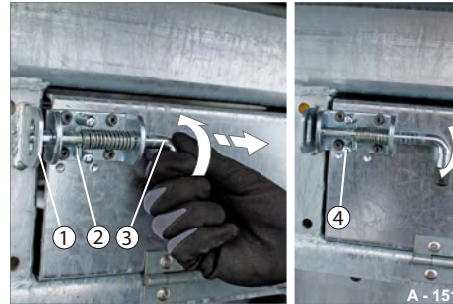
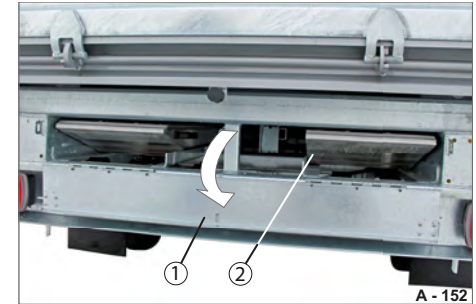

Abb. 161 Auffahrbohlen-Schacht, entriegeln
Abb. 162 Auffahrbohlen-Schacht, OFFEN
- Drehen und ziehen Sie den Bolzen (Abb. 161/3) heraus.
- Drehen Sie den Bolzen nach unten, so dass der Stift (Abb. 161/2) sich hinter dem Haltebolzen (Abb. 161/4) arretiert.
- Schwenken Sie die Klappe (Abb. 162/1) des Auffahrbohlen-Schachtes herunter.
- Greifen Sie am Griff (Abb. 162/1) und ziehen Sie beide Auffahrbohlen (Abb. 161/2) etwas heraus.